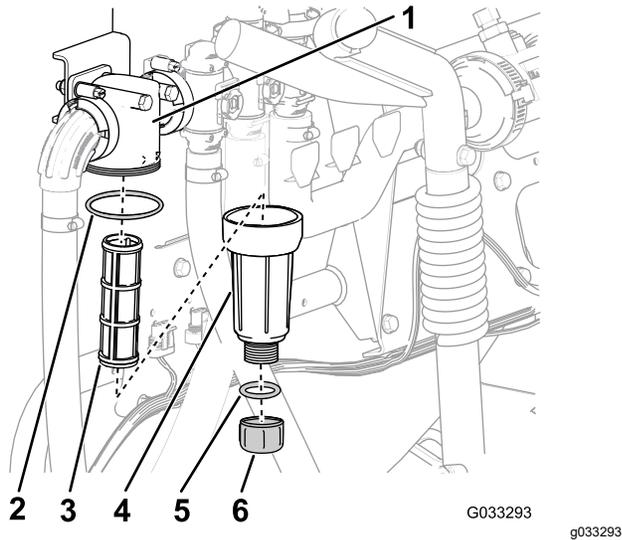

図 30
2. 圧力フィルタの下に受け容器をおく 図 30。
3. 圧力フィルタのボウルについているドレンキャップを左に回して外す 図 30。
4. ボウルを左に回してフィルタヘッドを外す 図 30。
5. 圧力フィルタエレメントを外す 図 30。
7. ドレンプラグのガasketボウルの内側とボウルのガasketフィルタヘッドの内側に傷や破損がないか点検する 図 30。
8. 圧力フィルタエレメントをフィルタヘッドに取り付ける 図 30。
9. フィルタヘッドにボウルを取り付けて手締めする 図 30。
10. ボウルの底部のフィッティングにドレンキャップを取り付けてキャップを手締めする 図 30。